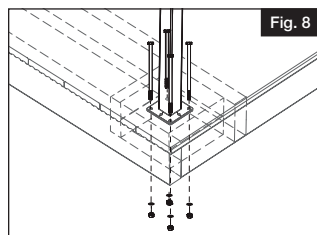

Fig. 8
- e. Pousser les boulons à travers la plaque de poteau (Fig. 8). Les poteaux peuvent être mis à niveau au besoin à l'aide de cales.